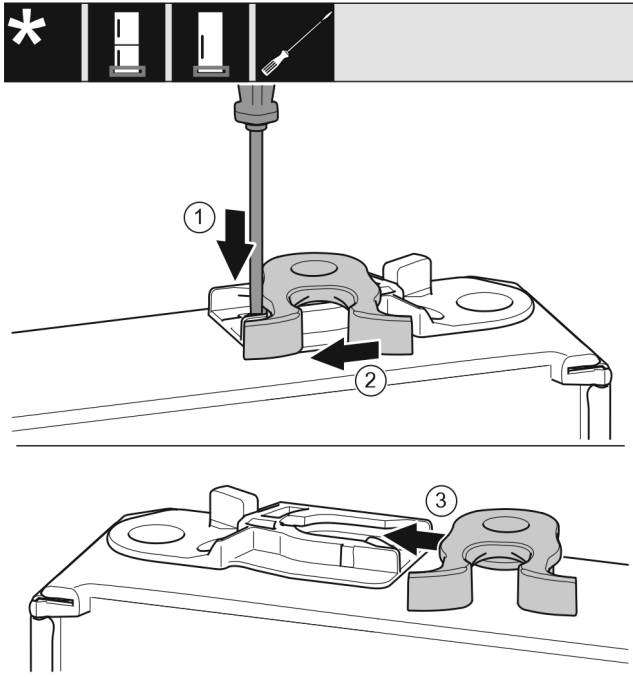

Fig. 27
- Spingere verso il basso la linguetta Fig. 27 (1) con il cacciavite a intaglio.
- Estrarre il gancio di chiusura Fig. 27 (2) dalla guida.
- Spostare il gancio di chiusura Fig. 27 (3) sull'altro lato nella guida.